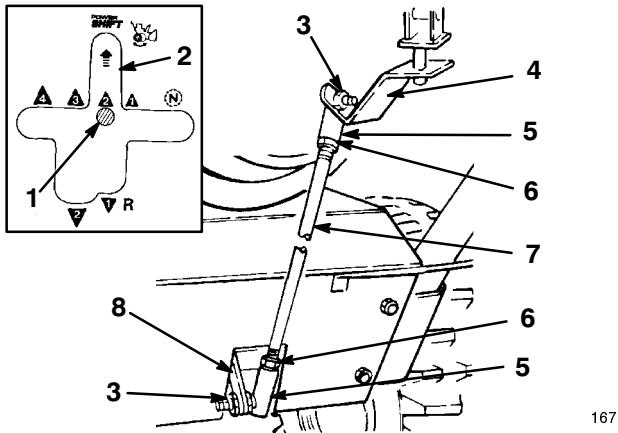

Figure 6
1. Introduisez le goujon de la rotule supérieure à l'avant du support de changement de vitesse et fixez-le en position avec un contre-écrou (Fig. 6).
2. Introduisez le goujon de la rotule inférieure du côté droit du levier de transmission et fixez-le en position avec un contre-écrou (Fig. 6).
- Remarque :** Si ce n'est pas le cas (voir Fig. 6), ajustez la longueur de la tige de changement de vitesse comme suit :
4. Désaccouplez la rotule du levier de transmission et desserrez l'écrou de blocage (Fig. 6).
5. Tournez la rotule en haut ou en bas jusqu'à ce que le levier de changement de vitesse se trouve en face de la fente de Power Shift (Fig. 6).
6. Accouplez la rotule au levier de transmission et serrez l'écrou de blocage (Fig. 6).